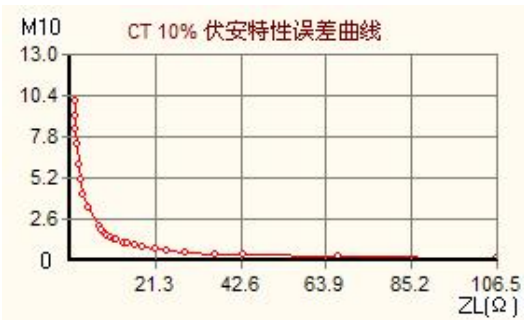

图 38 误差曲线图像图
b. “保存误差曲线”是保存根据当前所选择的 CT 伏安特性试验数据计算出的误差曲线(含 EXCEL, WORD, 图像), 在弹出的“文件保存”中, 选择保存路径, 并输入文件名称保存文件和图像, 保存图像结果如图 38、图 39、图 40 所示。